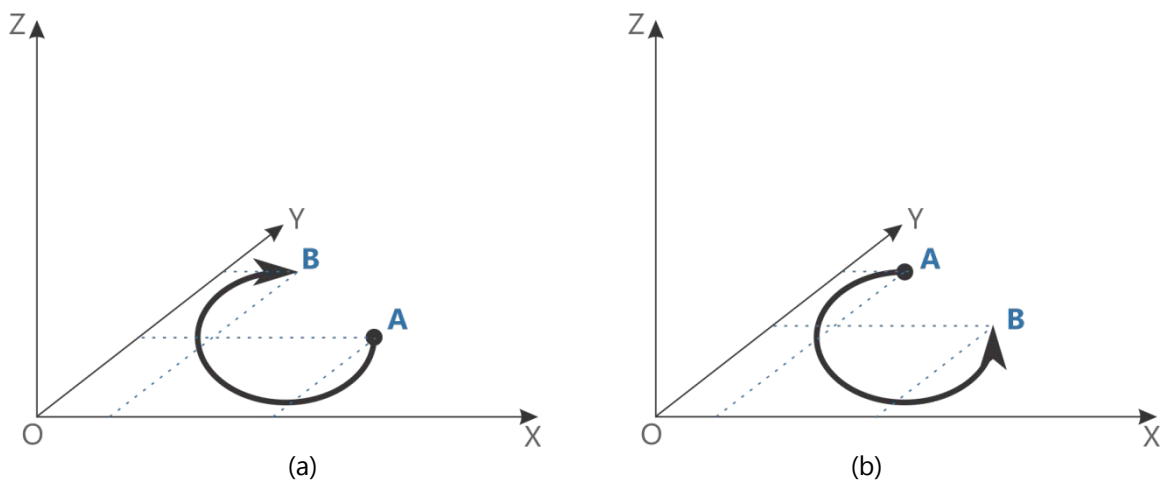

Figura 3.2 Mișcare circulară în planul XY: (a) în sens orar, (b) în sens antiorar
- mișcare circulară în planul XY (vezi figura 3.2) - este cel mai des întâlnită;